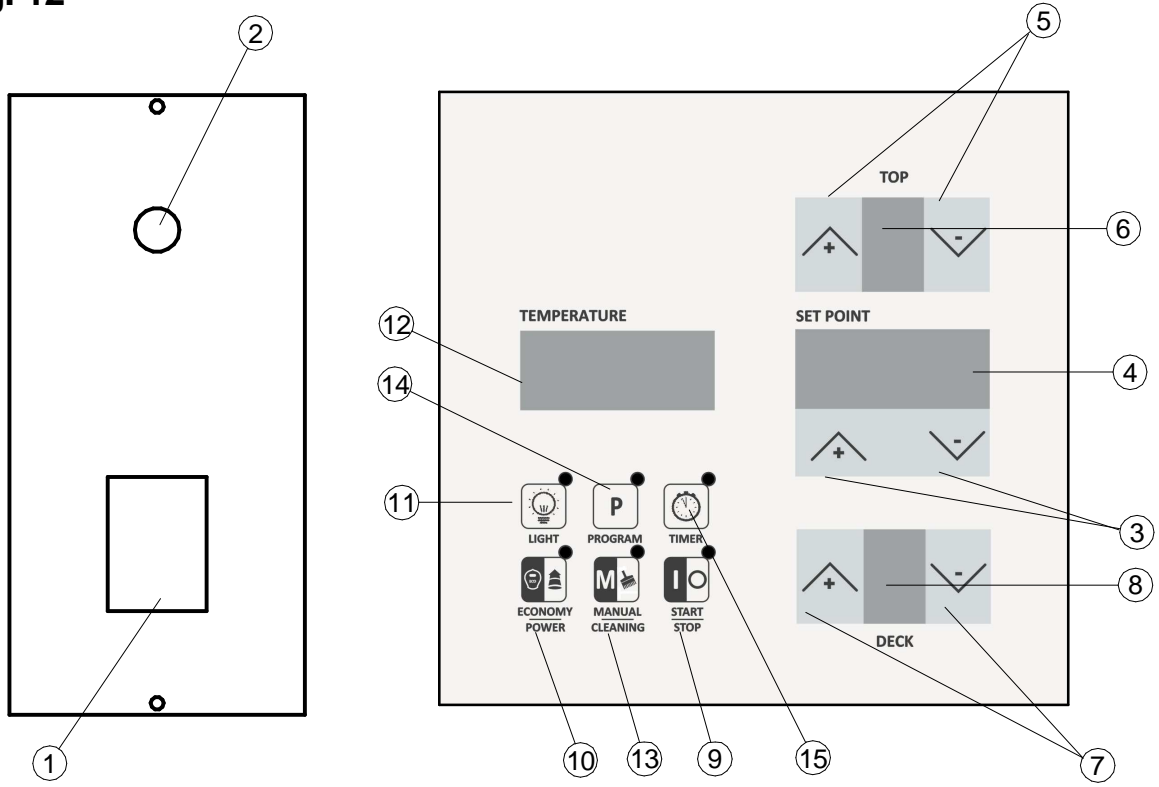

Fig. 13a
- Ouvrir la porte coulissante et dévisser les deux vis du panneau de commandes étuve (fig 13A - 13B)
- Remplacer le témoin (fig.13A-13B réf. 1);
- Remplacer l'interrupteur de lumière (fig.13A-13B réf. 2);